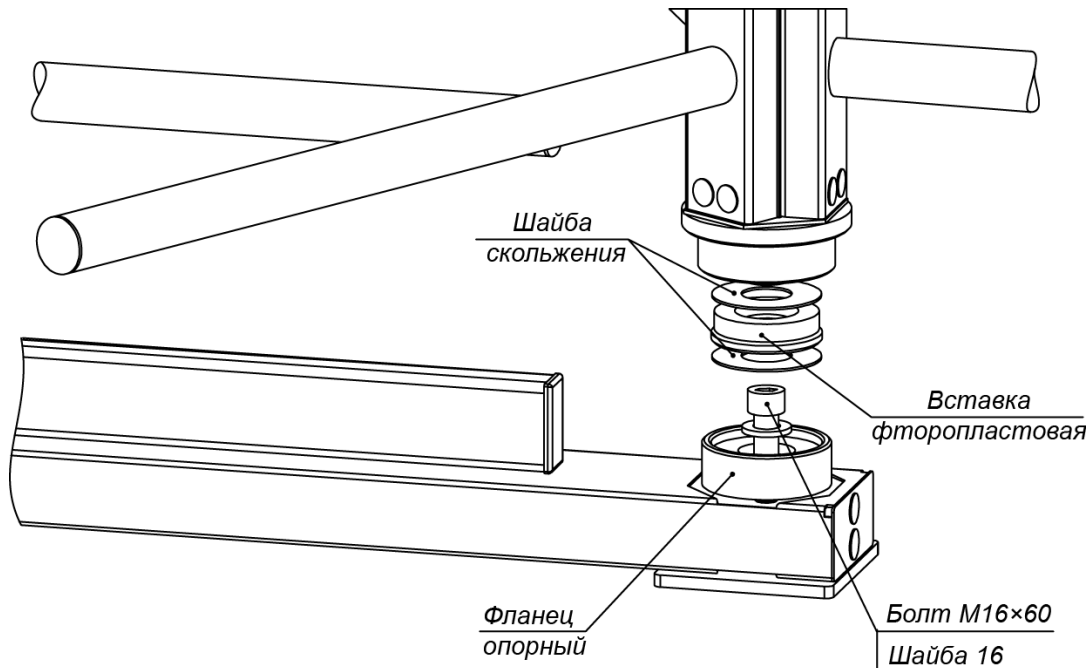

Рисунок 14. Нижний узел вращения ротора (3)
- В место установки нижнего узла вращения ротора вставьте фланец опорного узла вращения (см. рис. 14). Закрепите его и стойку с преграждающими планками на установочной поверхности анкерным болтом М16×60.
14. Распакуйте секции ротора (1) (ящик №2).
15. Произведите монтаж ротора (1) (работайте вдвоем!):
- Соберите нижний узел вращения (3) ротора в стойке с преграждающими планками (5) (см. рис. 14). Две шайбы скольжения и находящаяся между ними фторопластовая вставка должны лежать в узле без перекосов, опираясь на всю опорную поверхность, симметрично относительно оси ротора (верхняя шайба скольжения приклеена к валу ротора). При этом гладкие поверхности шайб скольжения должны быть ориентированы на вставку. Допускается применение на поверхностях скольжения смазки типа ШРУС-4.
- Установите секцию ротора с элементами крепления в нижний узел вращения (3): заведите ее с небольшим наклоном цилиндрическим хвостовиком в узел вращения и затем переведите секцию в вертикальное положение.